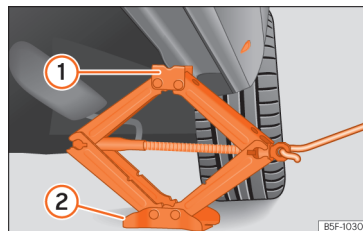

Fig. 249 Traversa: montarea cricului pe autovehicul.
• Rotiți manivela cricului, amplasată sub punctului de ridicare pe cric, pentru a ridica până când canelura ① >>> **fig. 249** ajunge sub punctul special prevăzut.
• Aliniați cricul astfel încât suportul ① să se „prindă” de carcasa prevăzută pe traversă și placa de bază mobilă ② să se așeze pe sol. Placa de bază ② trebuie să fie pe verticală față de punctul de sprijin ①.